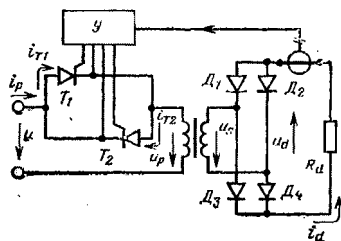

Рис. 2. Однофазный мостовой выпрямитель с регулированием выпрямленного напряжения прерывателем «тиристор – тиристор» со стороны сетевой обмотки трансформатора.
4. Выпрямитель высокого напряжения, который может регулироваться при помощи прерывателя переменного тока со схемой соединений «тиристор – тиристор», включенного на сетевой стороне трансформатора, работает на активную нагрузку (рис. 2).